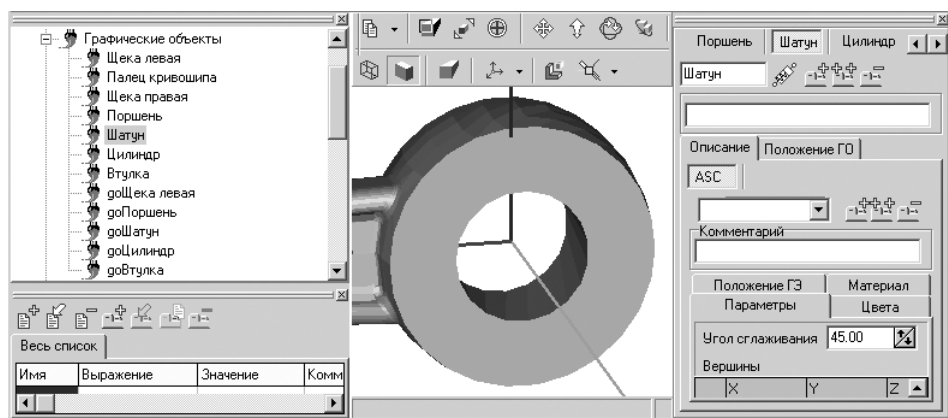

Рис. 2.60. Возможное состояние системы **Универсальный механизм** при просмотре в анимационном окне части графического объекта **Шатун**
- щелкните в анимационном окне на панели инструментов по кнопке  – **Перенос мышкой**, а затем с помощью колесика мыши увеличьте больший прилив шатуна. Возможное состояние системы показано на рис. 2.60.